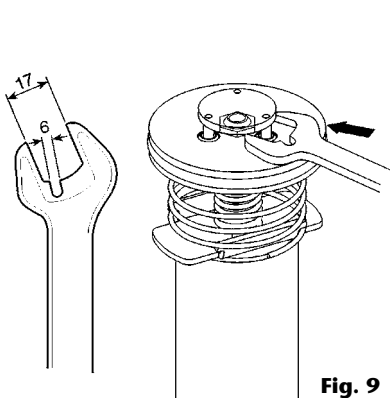

Fig. 9
2. Procéder au contrôle du ressort supérieur (3) ainsi que de la butée de ce dernier (4) qui se trouvent dans la cassette. Remplacer ces pièces si nécessaire.
3. Démontez l'anneau de sécurité (20) inférieur et le silencieux (19) et rondelles (18), et tirer l'ensemble inverseur vers le haut jusqu'à ce que l'orifice du piston (10) soit visible et ce, au niveau où le silencieux a été enlevé. Introduire une baguette en acier (8 mm) dans l'orifice du piston pour bloquer ce dernier.
4. Desserrer l'ensemble inverseur (5) à l'aide d'une clé fixe de 17 mm (voir fig. 9).